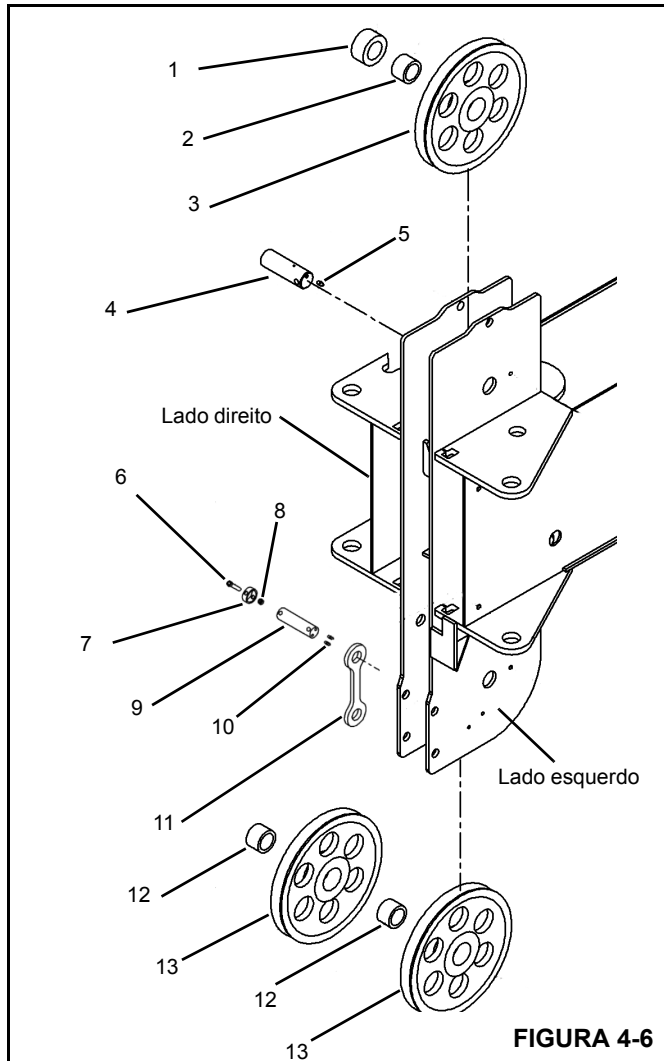

FIGURA 4-6
1. Monte as polias na caixa de polias da 4ª seção. A polia superior deve ser instalada no lado esquerdo da lança com o espaçador no lado direito (Figura 4-6).